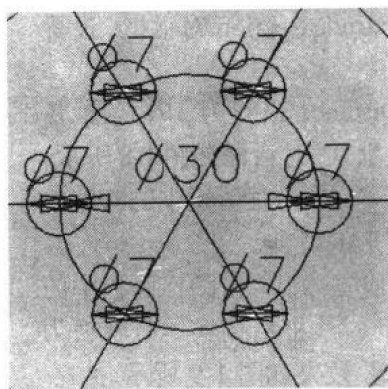

图 1-5 绘制小圆
9. 绘制小圆。再次利用上面介绍的方法，以直径 30 的圆和短线的交点为圆心，各绘制一个直径为 7 的小圆，效果如图 1-5 所示。